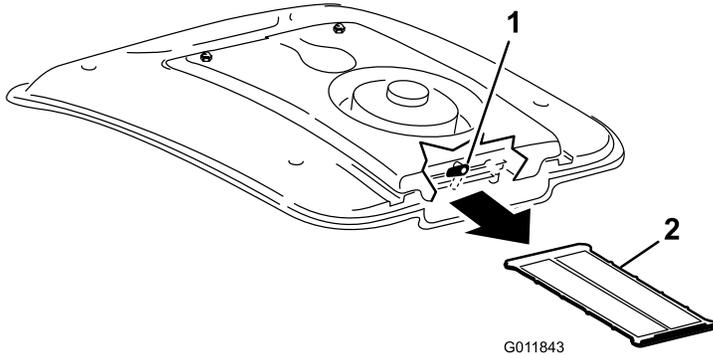

Bild 57
2. Drehen Sie den Riegel hinten an der Lüfterbefestigung zur Seite (Bild 57).
3. Schieben Sie das Klimaanlagegitter unter der Klimaspule heraus (Bild 57).
4. Reinigen Sie das Gitter gründlich mit Druckluft (Bild 57).